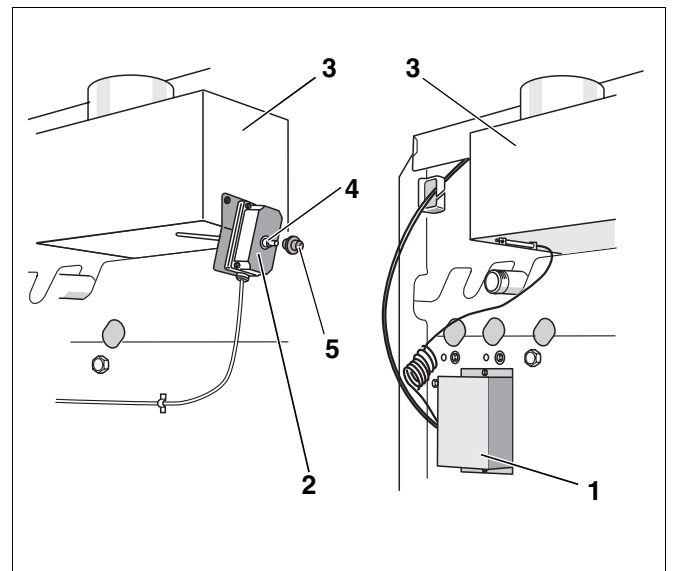

Abb. 3 Abgasüberwachungen
- Die Abgasüberwachung AW 50 (Abb. 3, **Pos. 1**) startet den Brenner nach einigen Minuten wieder automatisch, sofern Wärmebedarf besteht.
- Bei der Abgasüberwachung AW 10 (Abb. 3, **Pos. 2**) entfernen Sie nach ca. zwei Minuten die Schutzkappe (Abb. 3, **Pos. 5**) und drücken den Entriegelungsstift (Abb. 3, **Pos. 4**) ein